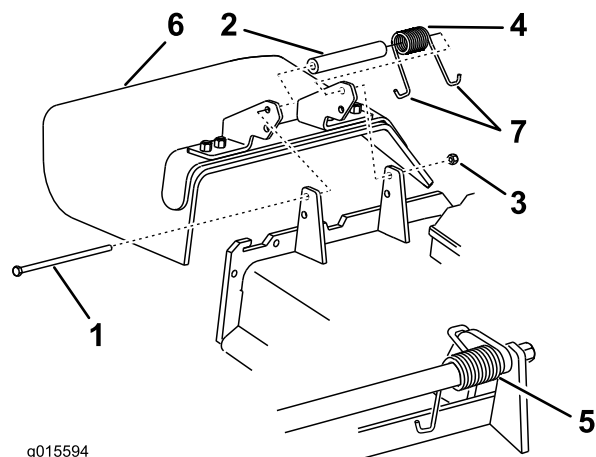

Figura 61
1. Retire la contratuerca, el perno, el muelle y el espaciador que sujetan el deflector a los soportes de pivote (Figura 61).
Nota: Coloque un gancho en J del muelle detrás del reborde de la carcasa antes de instalar el perno, según se muestra en Figura 61.
3. Instale el perno y la tuerca. Coloque un gancho en J del muelle alrededor del deflector de hierba (Figura 61).